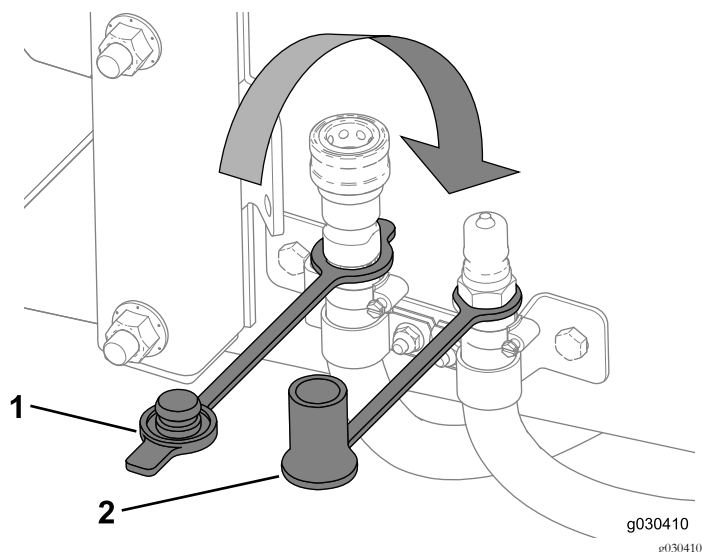

Figure 64
3. Obturez les joints de chauffage avec les bouchons antipoussière (Figure 64).